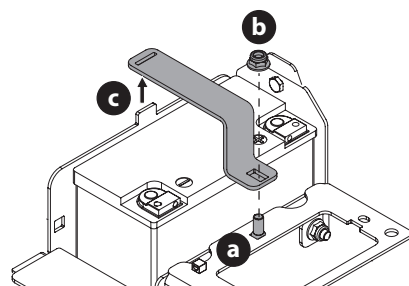

Fig. 39
4. Localice y sostenga el perno de carro (a) que está en el frente del soporte de la batería (c) para evitar que se caiga (Fig. 39).
5. Retire la tuerca hexagonal (b) que fija el soporte de la batería (c) en su lugar. Guarde el perno de carro y la tuerca de seguridad hexagonal para volver a instalarlos más tarde (Fig. 39).
6. Levante el soporte de la batería (c) de la pestaña que está del lado izquierdo de compartimiento de la batería y guárdelo para su posterior instalación (Fig. 39).